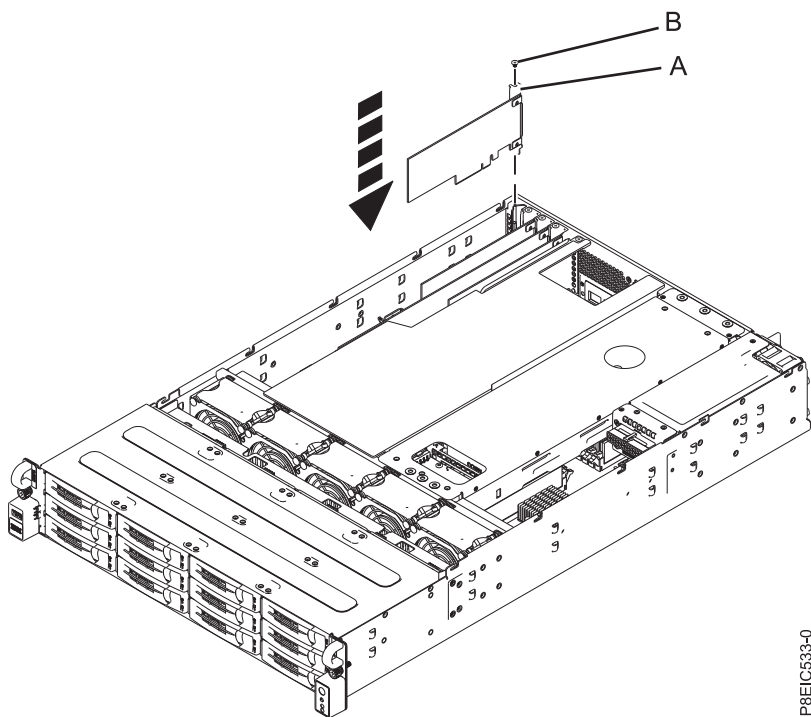

図 47. システムへの PCIe3 ロー・プロファイル 6 Gb SAS/SATA RAID アダプター (FC EC3Y - PMC 71605E) (A) とねじ (B) の取り付け
- b. RAID アダプター (A) をシステム・バックプレーン PCIe のアダプター・スロットに挿入し、アダプターを正しく位置合わせして、スロットに完全に挿入します。
- c. 保持ねじ (B) を挿入し、ねじを締めて、RAID アダプターをシステムに固定します (図 47 を参照)。